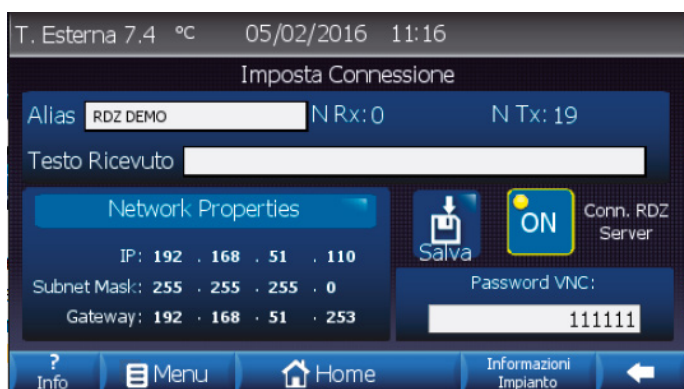

Fig. 5
- VB (Fig. 5): **Home / Menu / Info Impianto Connettività / Imposta Connessione;**